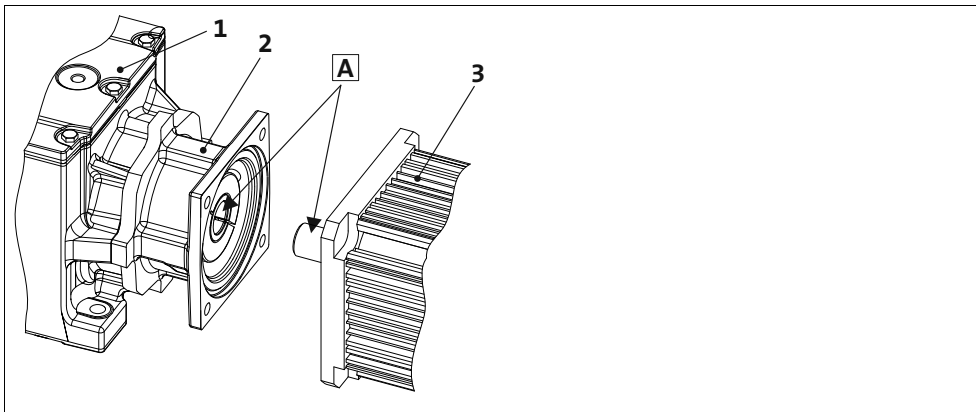

Abb. 3 Wellenflächen
- Hohlwellenbohrung und Motorwellenzapfen sorgfältig reinigen und entfetten, Abb. 3.